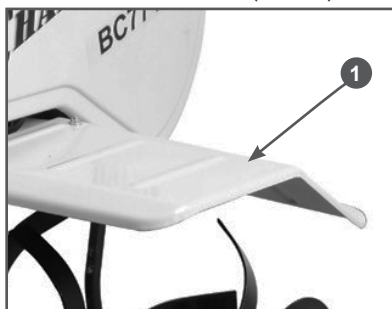

Рис. 6 Установка защитных крыльев
4. Установите на мотокультиватор защитные крылья 1 и закрепите их с помощью болтов и гаек (Рис. 6).